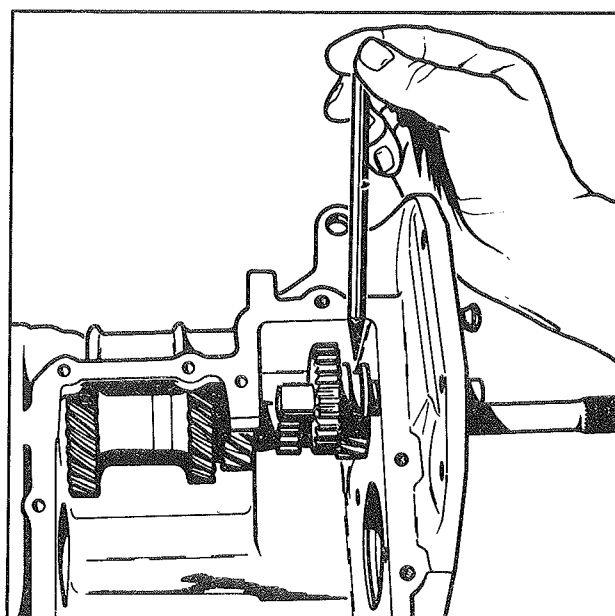

Fig. 23
- Positionner le pignon baladeur de marche AR gorge de la fourchette côté différentiel, puis engager l'axe de marche AR muni de son joint torique dans le carter de BV, vérifier l'état du joint avant montage (fig. 23).